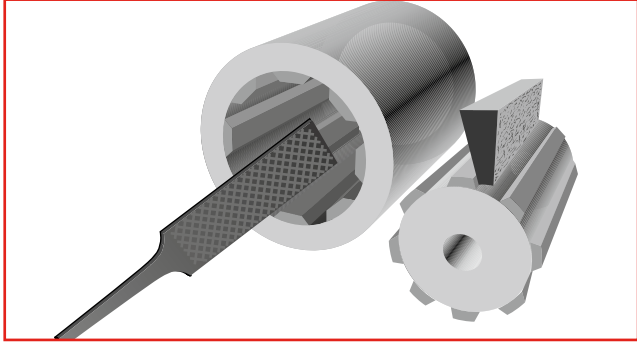

Figura 25. Lime el casquillo a un ángulo de 45°.
1. **Remueva la flecha estriada** del casquillo y rebaje las orillas a un ángulo de 45°C usando una lima. (Vea la figura 25).